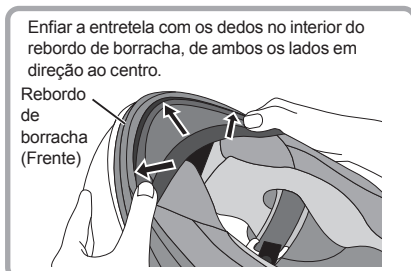

Fig. 3
3. Fixe de ambos os lados em direção ao centro. (Fig.3)